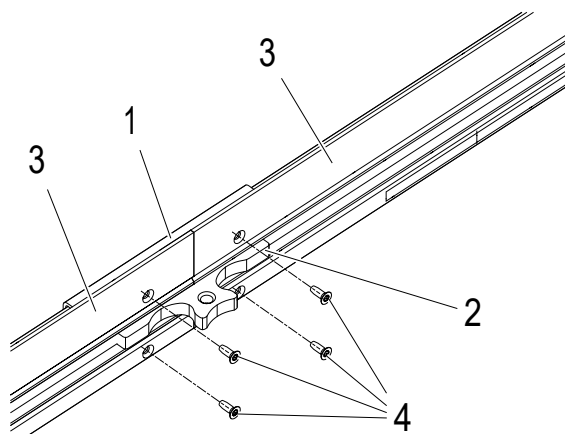

Abb. 79: Die 4 gewindefurchenden Schrauben anziehen (2 Nm)
- Alle 4 gewindefurchenden Schrauben (W5154-K30X8-ES) (4) mit einem Drehmoment-Abschalterschrauber (z.B. TorqBee) mit 2 Nm anziehen (siehe Abb. 79).